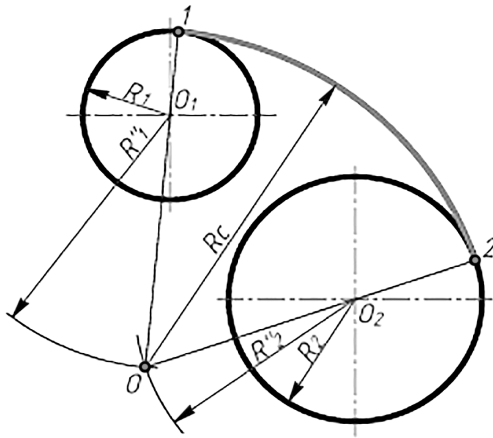

Рис. 41
*Построение внутреннего сопряжения.* Для нахождения центра сопряжения из центров окружностей  $O_1$  и  $O_2$  проводят вспомогательные дуги радиусами  $R''_1$  и  $R''_2$  до взаимного пересечения. Из центра  $O_1$  проводят вспомогательную дугу окружности радиусом  $R''_1$ , равном разности радиуса сопряжения  $R_c$  и радиуса сопрягаемой окружности  $R_1$ . Из центра  $O_2$  проводят вспомогательную дугу окружности радиусом  $R''_2$ , равном разности радиуса сопряжения  $R_c$  и радиуса сопрягаемой окружности  $R_2$ . Точка пересечения вспомогательных дуг является центром сопряжения  $O$ . Для определения точек сопряжения 1 и 2 следует соединить центр сопряжения с центрами окружностей, продлить прямые до пересечения с сопрягаемыми дугами. Затем соединяют точки сопряжения из центра сопряжения  $O$  дугой радиусом  $R_c$  (рис. 41).